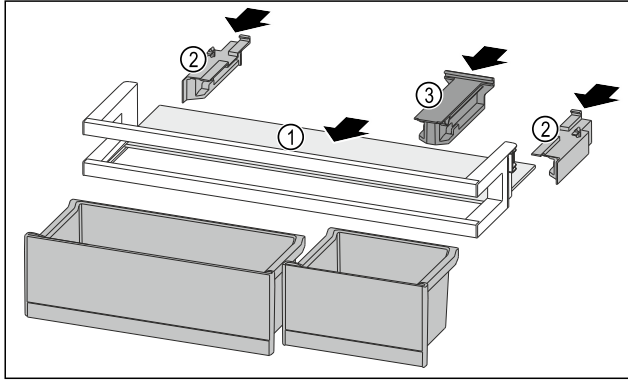

Fig. 140
- ▶ Abstellfläche Fig. 140 (1) in die seitlichen Aussparungen einschieben.
- ▶ Seitenteile Fig. 140 (2) einsetzen.
- ▶ Halteteil Fig. 140 (3) einsetzen.